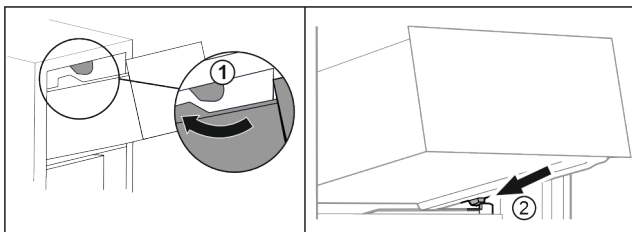

Fig. 90
- Vendoseni sirtarin mbi ndaluesit e sipërm. Fig. 90 (1)
- Vendosni sirtarin pjerrtas prapa ndaluesve të sipërm mbi brinjën e kutisë. Fig. 90 (2)